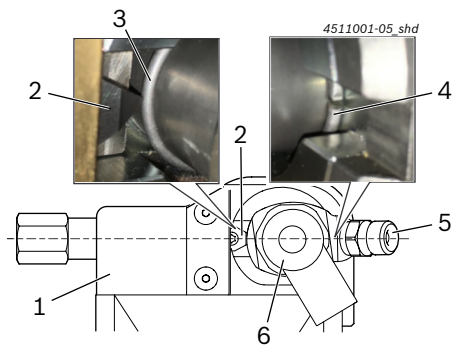

Fig. 5: Conexão de alta pressão (pos. 5) no lado contrário da lâmina indexável (pos. 2)
- Inserir o CRI como em Fig. 5 na ferramenta de desmontagem, até o batente, e manter nesta posição.
- ⇒ O anel de retenção (Fig. 5, pos. 3) está posicionado exatamente na altura da lâmina indexável (Fig. 5, pos. 2).